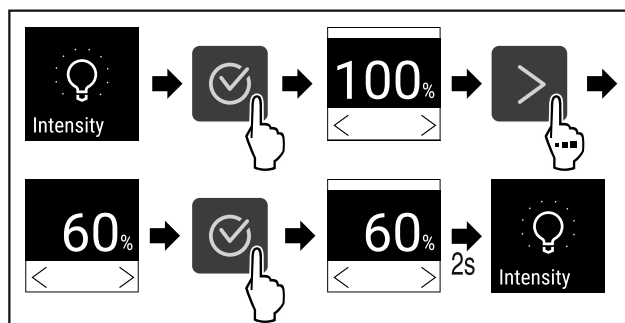

Fig. 72
- ▷ Handlungsschritte (siehe Fig. 72) durchführen.